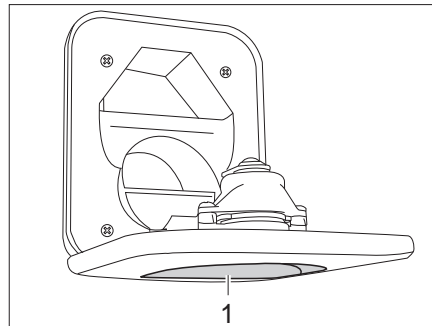

Fig. 257 Bocchettone di riempimento dell'acqua potabile per la toilette
- Aprire il bocchettone di riempimento dell'acqua potabile per la toilette (Fig. 257,1) posto sopra lo sportello per il serbatoio fecale e inclinarlo verso il basso.